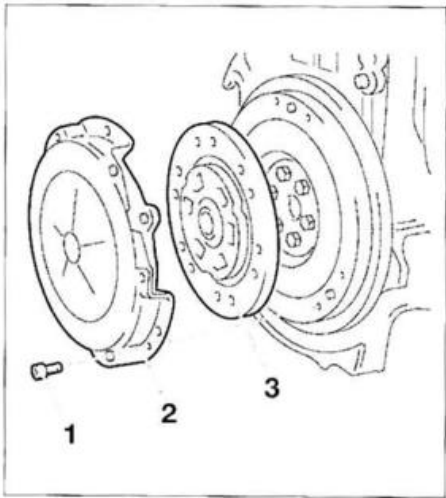

FIG. 1
- Desmontar (fig. 1):
- los tornillos (1)
- el mecanismo de embrague (2)
- el disco de embrague (3).